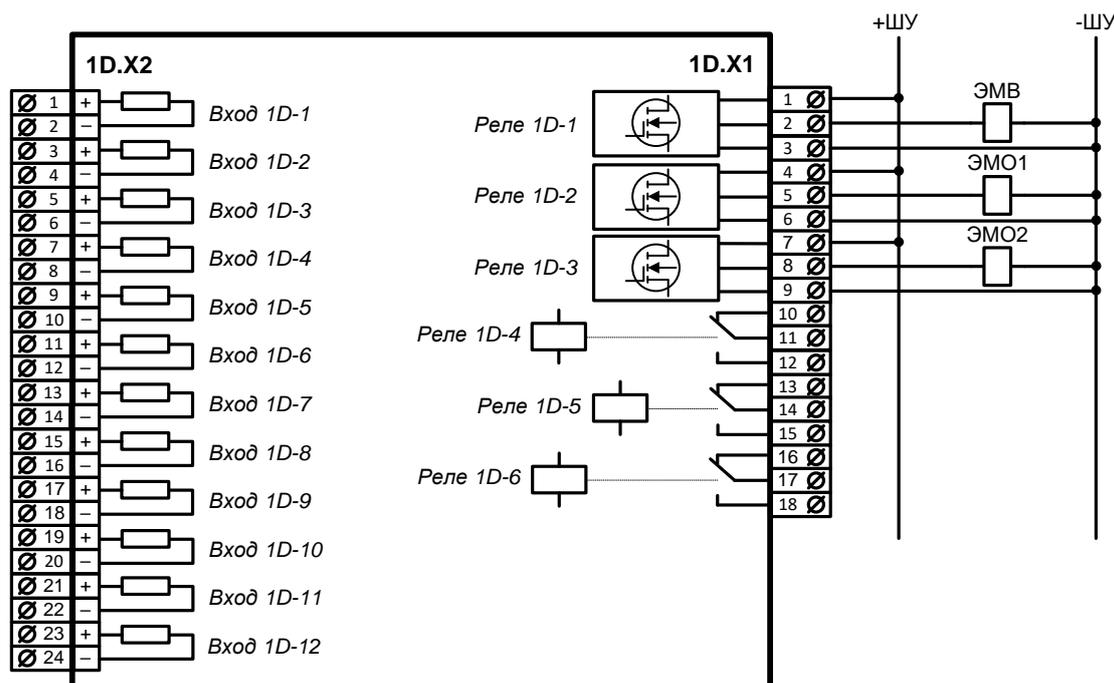

Рисунок 2 – Схема подключения модуля типа КА04 к цепям управления выключателем
2.5.2 Для управления выключателем используется комбинированный модуль дискретных входов/выходов типа КА04. Каждый такой модуль содержит 3 твердотельные реле: для коммутации ЭМВ, ЭМО1 и ЭМО2 (см. рисунок 2).